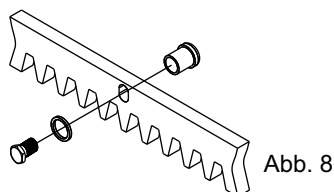

Abb. 8
**6.2.** An jedem einzelnen Zahnstangenglied die Befestigungsklinken anbringen und mit den entsprechenden Befestigungsschrauben verbinden. Dabei darauf achten, dass sie am oberen Teil der Öse angebracht werden (Abb. 8);